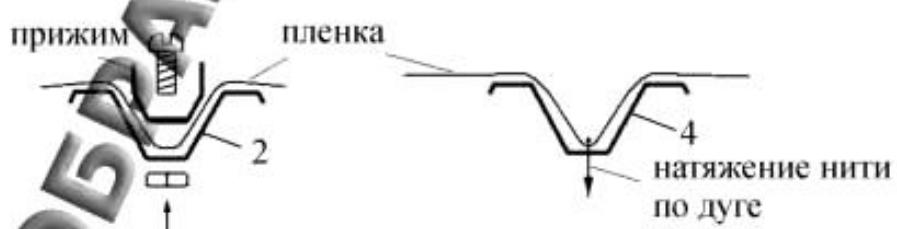

Рис.8 Крепление пленки прижимами и нитью
1. Детали продольных элементов №2 однотипны, но в 8 деталях №2н сделаны дополнительные отверстия для прижимов (см. рис.8). Из этих деталей собираются нижние продольные элементы, которые устанавливаются на стыках дуг №4 и удлинителей №1.
3. Верх тоннеля накройте плёнкой и закрепите её по крайним дугам теми же нитями с крючками, выровняв все куски плёнки и установите по крайним дугам дугообразные прижимы (см. **рис.8**). Прижимы по средним дугам устанавливаются, если верх покрывается двумя полосами плёнки.